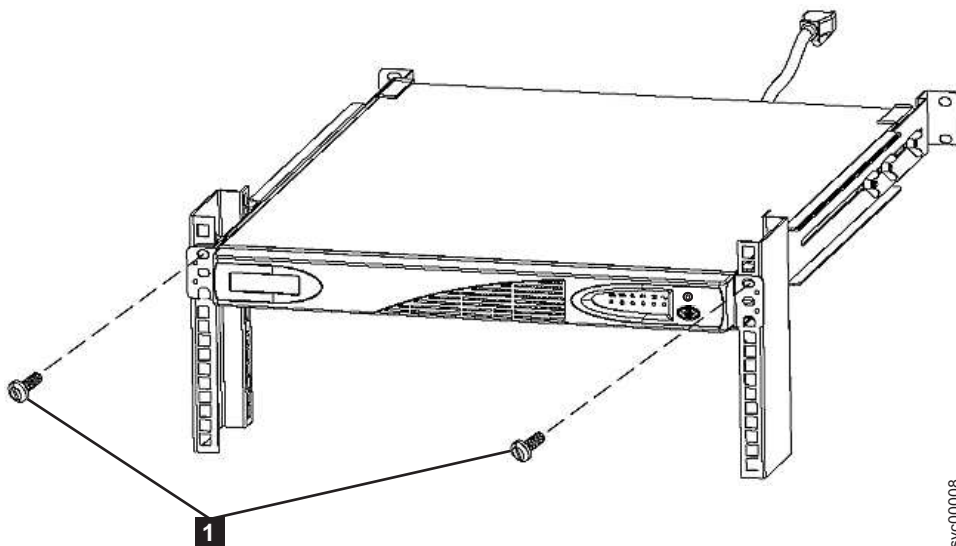

図 225. 2145 UPS-1U 用の取り付けねじ
4. 2145 UPS-1U の前面で、2 本の取り付けねじ (図 225 の **1**) を取り付けます。